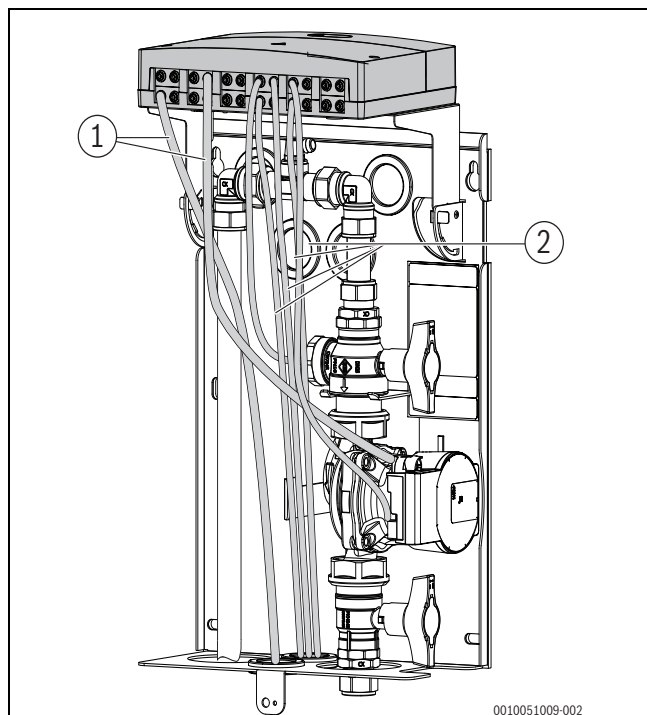

Fig. 27 Poser les câbles électriques à travers la tôle de fond (isolation thermique non représentée, tuyauterie hydraulique selon l'option 2)
- ▶ Poser les conduites de raccordement électriques via les enveloppes d'étanchéité dans la tôle de fond du carter (→ Figure 27).